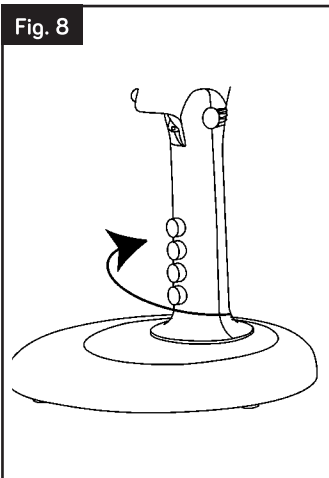

Fig. 9
8. Introduzca el cable eléctrico en la placa de soporte, en la arandela de fijación de la parte posterior (fig.9).